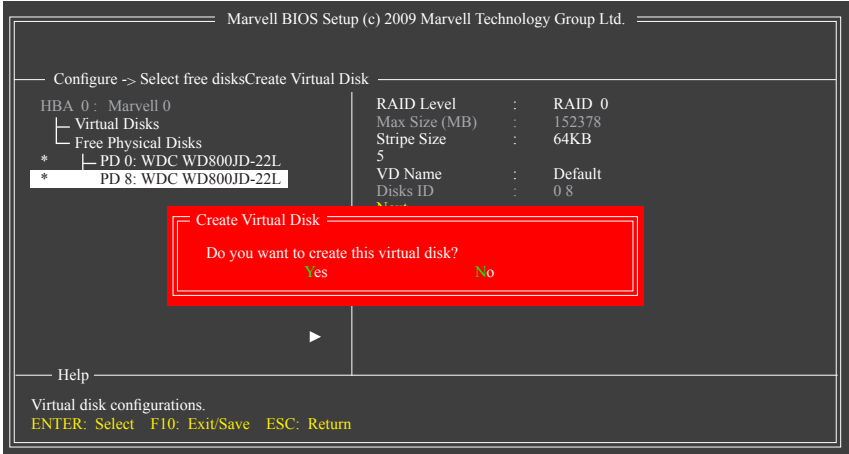

Figure 5
6. **Next :** Lorsque vous avez fini les réglages ci-dessus, allez sur **Next** et appuyez sur <Enter> pour commencer à créer la matrice. Lorsqu'on vous demande de confirmer si vous voulez créer cette matrice, appuyez sur <Y> pour confirmer ou sur <N> pour annuler (Figure 5).